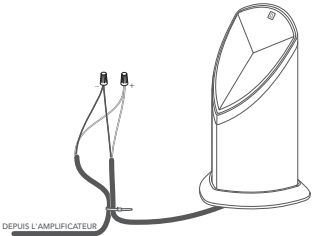

Figure 7
2. En commençant par l'enceinte la plus éloignée de l'amplificateur, dénudez 3/4po d'isolation sur l'extrémité coupée des câbles pleine terre pour le canal d'amplification approprié, conformément aux tableaux ci-dessous, puis dénudez l'isolation des extrémités de la queue de cochon de l'enceinte correspondante (voir la Figure 7).
3. Connectez le câble pleine terre à la queue de cochon de l'enceinte à l'aide d'un collier de serrage (voir Figure 7).